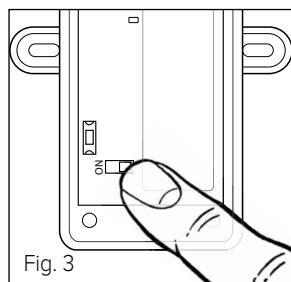

Fig. 3
- Réglér le minirupteur sur la carte de la sonde extérieure sur la position ON (fig. 3).